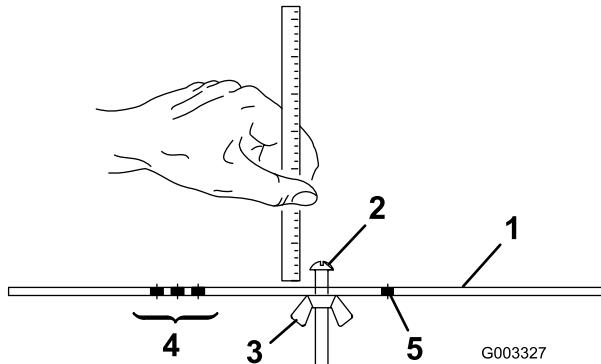

Figura 25
2. Allentate il dado sulla barra di misura (Figura 25) e posizionate la vite di regolazione all'altezza di taglio opportuna.